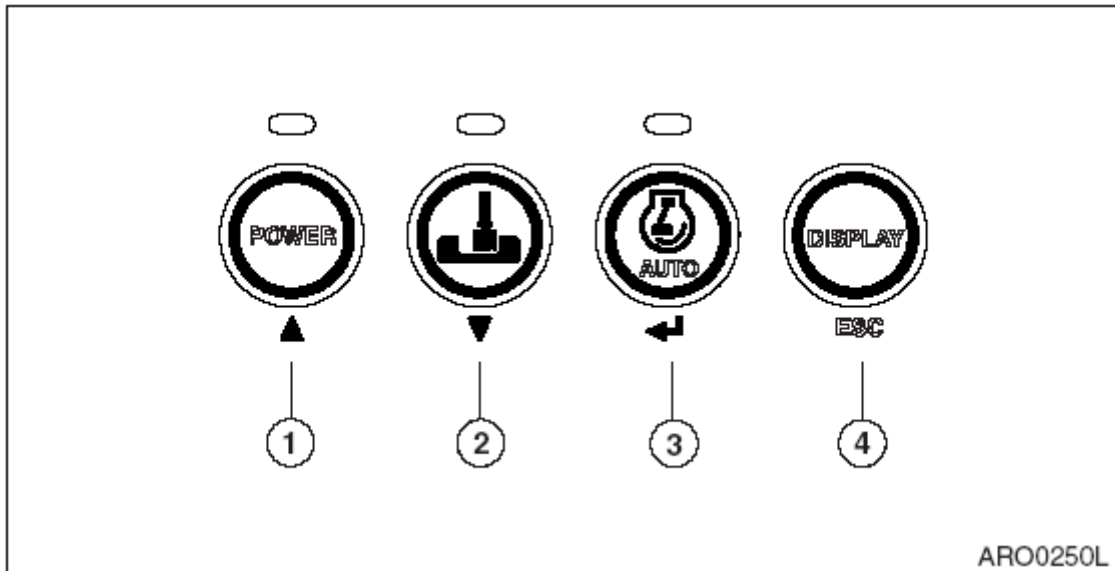

Рис. 51
- Кнопка со стрелкой вверх (▲, 1 на рис. 51): используется для перемещения пункта меню вверх или влево.
- Кнопка со стрелкой вниз (▼, 2 на рис. 51): используется для перемещения пункта меню вниз или вправо.
- Кнопка "Enter" (Ввод) (◀, 3 на рис. 51): используется для установки меню или стирания времени использования фильтра/масла.
- Кнопка "Меню / Выход" (ESC, 4, на рис. 51): используется для доступа к главному меню или возврата к предыдущему экрану из каждого подменю.